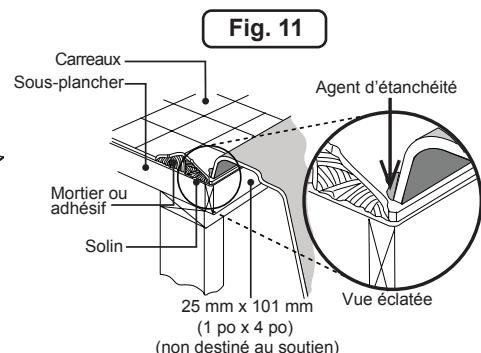

Fig. 11
7. Calfeutrez autour du périmètre de la baignoire pour sceller l'espace entre le rebord et le support fini (Figure 11).